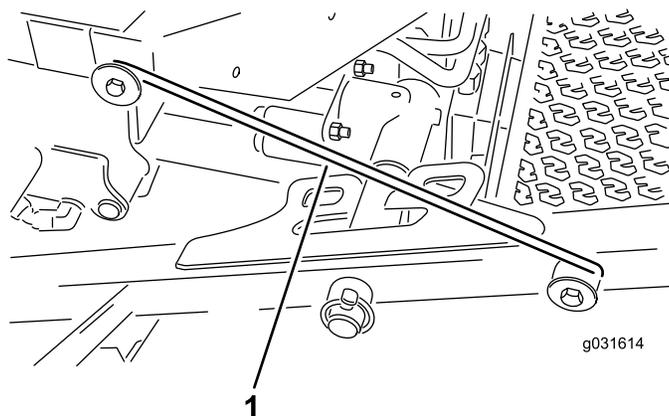

Figura 27
4. Suelte la varilla de bloqueo del retén del bastidor de tiro delantero (Figura 27).
5. Levante la parte exterior de las carcasas de corte delanteras y coloque la varilla sobre el perno del bastidor situado en la parte delantera de la plataforma del operador (Figura 27).